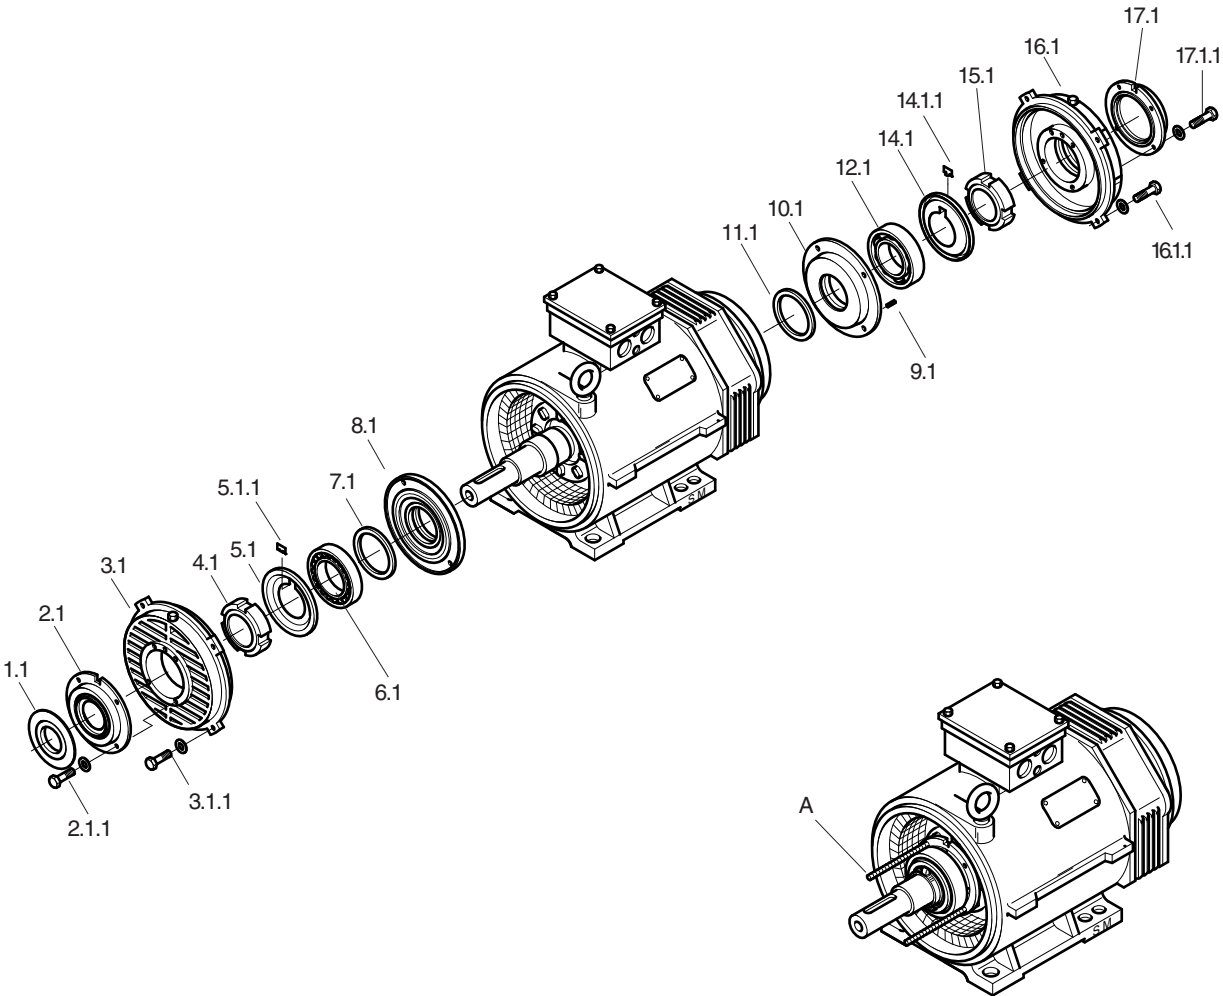

Bild 15: Lagerwechsel AH355+400
5.6.2 Montage bei antriebs- und gegenseitigem Rillenkugellager (→ Bild 15) (Für antriebsseitiges Zylinderrollenlager siehe 5.6.4).